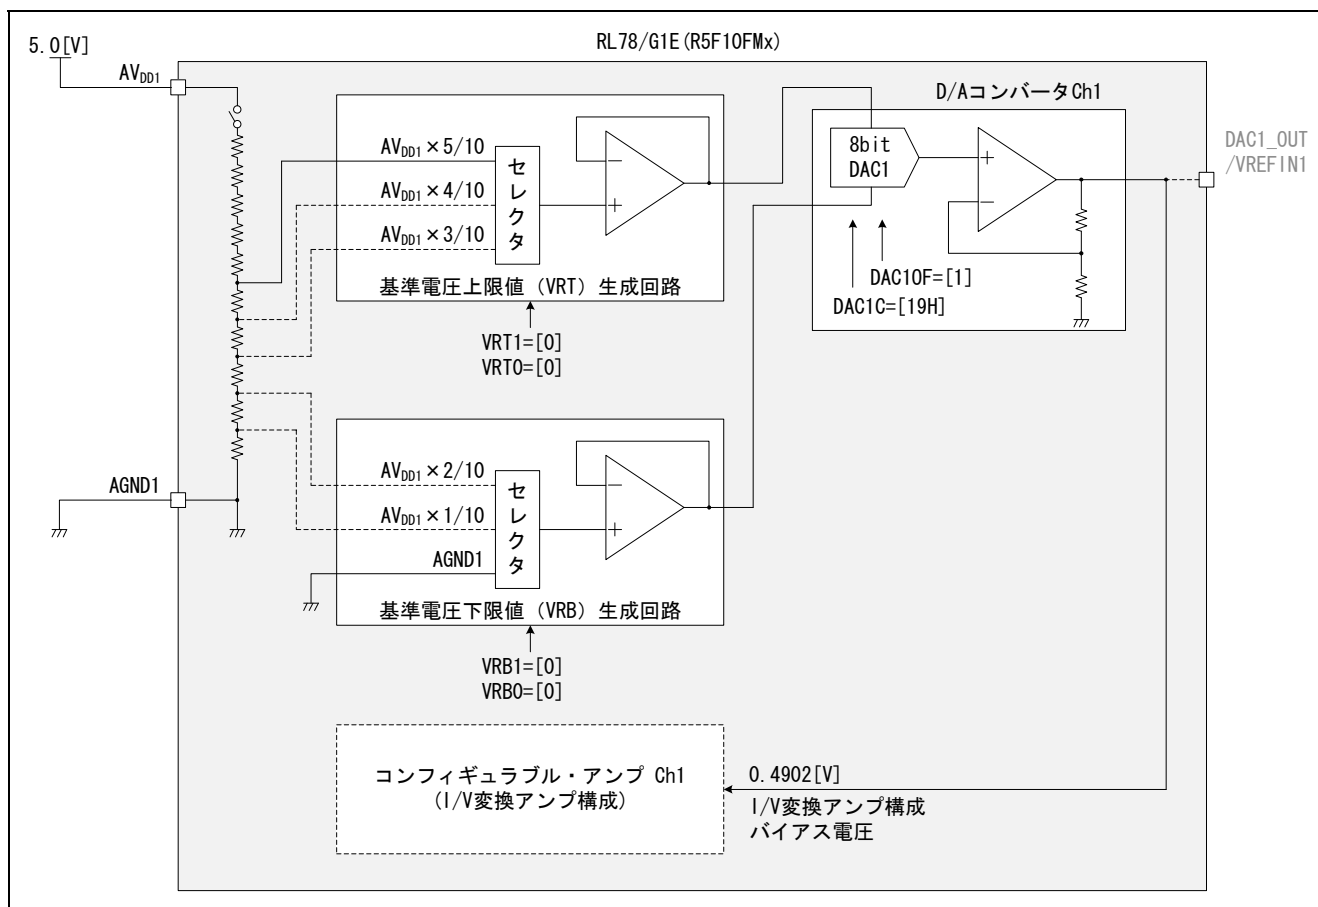

図 6.4 D/A コンバータ Ch1 のブロック図
- D/A コンバータ Ch1 のブロック図を図 6.4に示します。